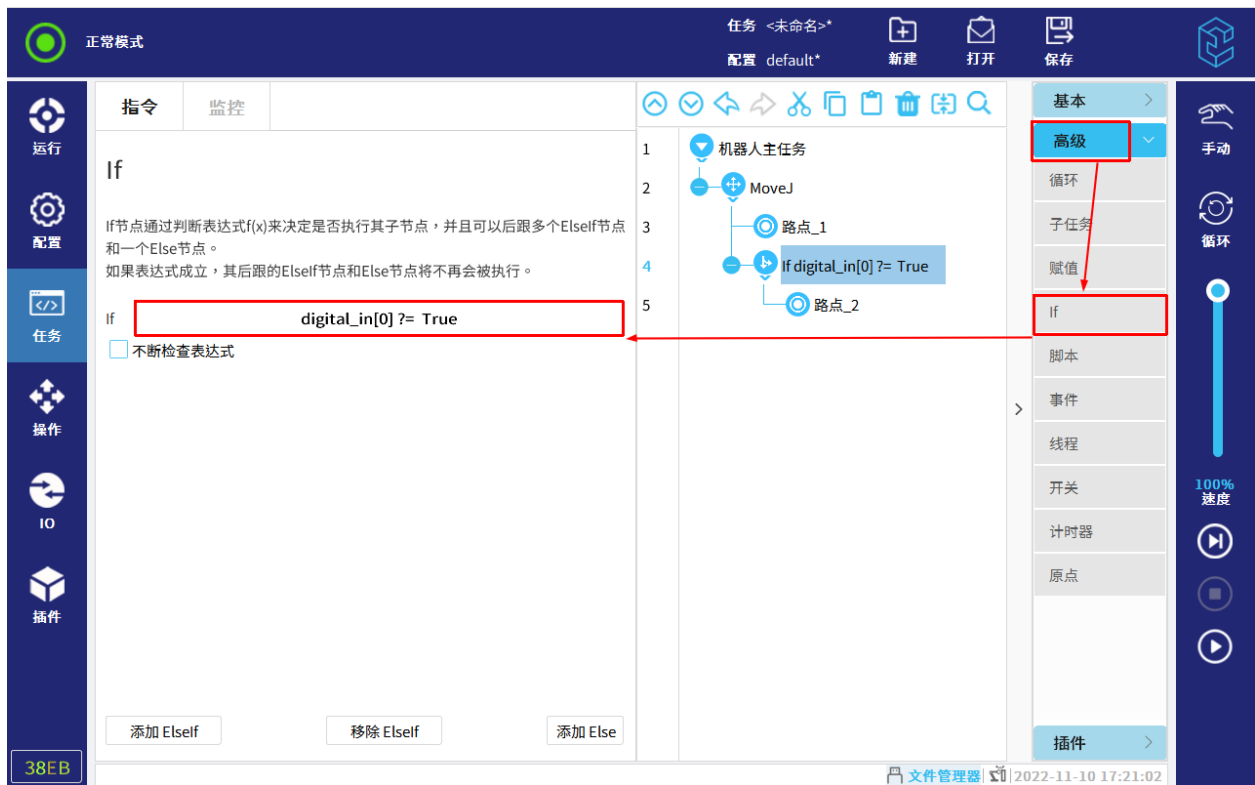

图 12-23 If
2. 点击任务树中的“If”，修改表达式，如图 12-23 所示。